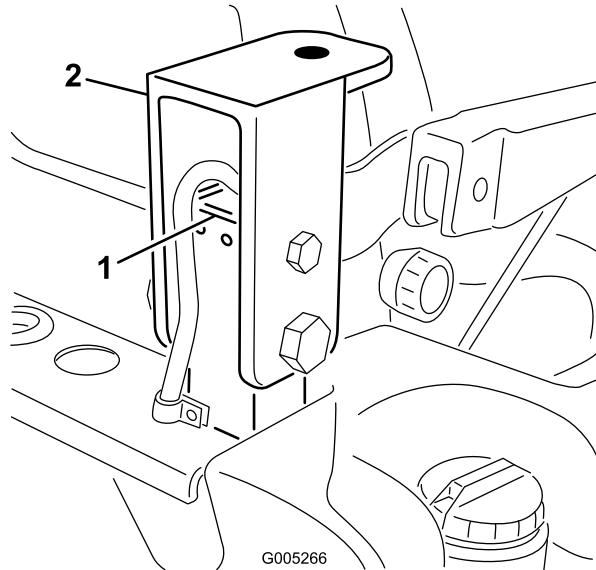

Figure 93
4. Montez sans serrer un support de cabine sur chaque montant du système ROPS au moyen de 2 boulons (1/2 x 3 po), 2 écrous (1/2 po), 2 boulons (3/4 x 3-1/2 po) et 2 écrous (3/4 po) (Figure 93).